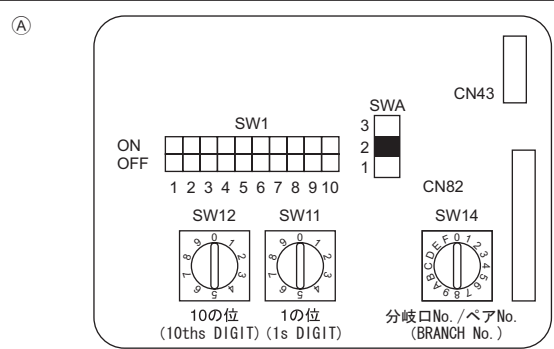

Fig. 6-4
6.5. 设定存储位置 (Fig. 6-4)
- ① 如何设定地址